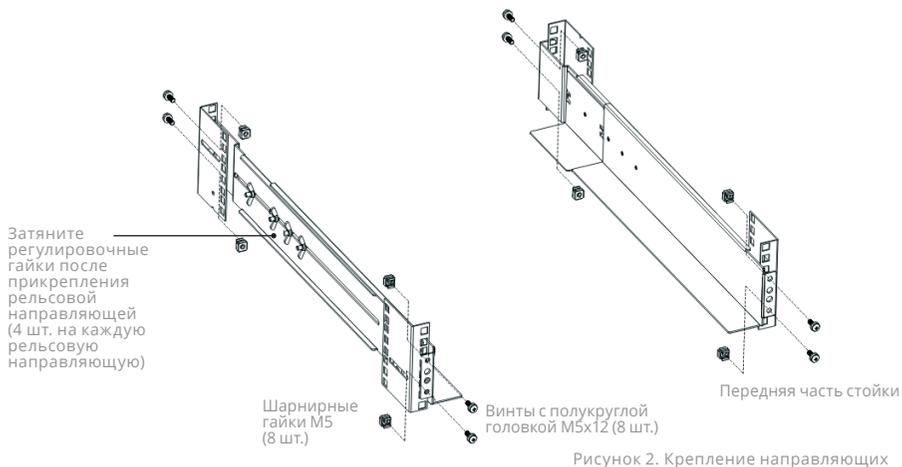

Рисунок 2. Крепление направляющих
- b. Выберите соответствующий размер стойки для установки в ИБП (см. Рис. 2).